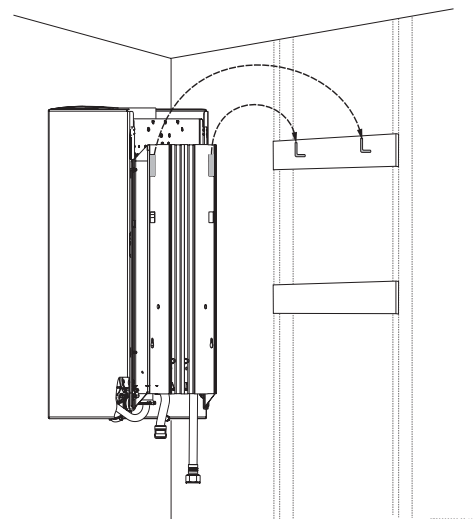

Fig. 8 Asegure el calentador a la pared
- ▶ Cuelgue el calentador de los dos ganchos en forma de "L" (vea la Fig. 8).